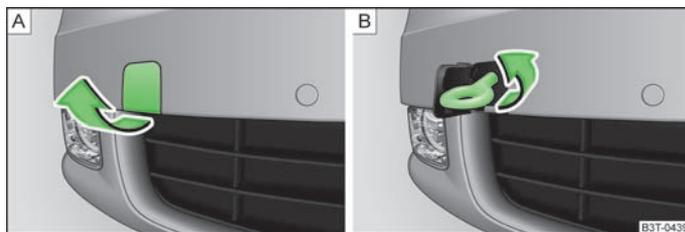

Fig. 184 Paraurti anteriore: Smontaggio della copertura / Montaggio dell'occhione di traino
- Estrarre la copertura dal paraurti anteriore » fig. 184 - A.
- Avvitare l'occhione di traino verso sinistra, sino al punto di arresto » fig. 184 - B e quindi serrarlo quanto più possibile. Per il serraggio si consiglia di utilizzare ad es. la chiave, l'occhione di un altro veicolo oppure un oggetto simile da poter inserire nell'occhione.